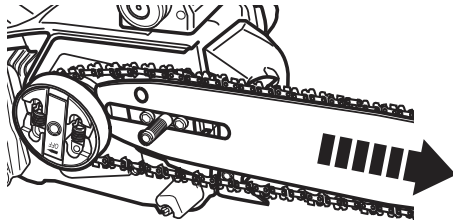

Fig. 5
10. Tendez la chaîne (6) en poussant délicatement le guide-chaîne (7) vers la droite (fig. 5).